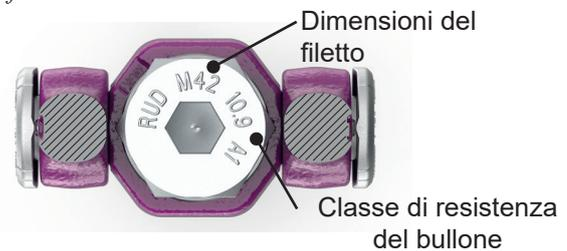

Fig. 2: ACP M36-M48 o 1 1/2"-2" -
- **M36-M100 o 1 1/2" - 4"**: Le informazioni sono riportate sul disco deviatore e sulla testa del bullone (vedi Fig. 2, Fig. 3 e Fig. 4).